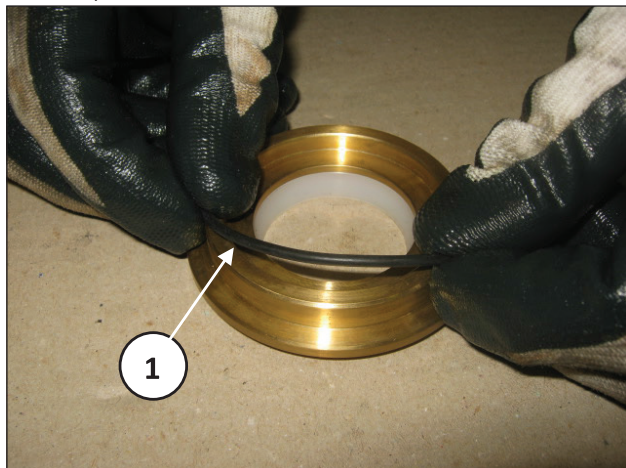

Abb. 126
Setzen Sie den O-Ring auf den Abstreifring-Halter (Pos. ①, Abb. 126).